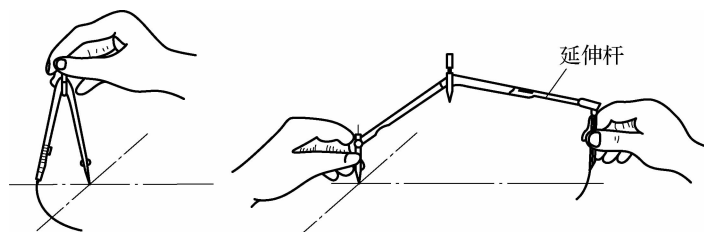

图 1-1-3 圆规的使用
(1)圆规。使用圆规时，应尽可能使钢针和铅芯插腿垂直于纸面，画小圆时可用点（弹性）圆规；画大圆时，可用延伸杆来扩大其半径，如图 1-1-3 所示。